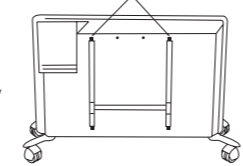

Рис. 4
- освободить настенный кронштейн от конвектора, необходимо следующим образом: нажмите на защелки и потяните кронштейн на себя нажав вниз на две защелки (рис. 4);
Конвектор не требует специального ухода. Перед обслуживанием (уходом) необходимо выключить конвектор из электросети и убедиться что он остыл. Корпус прибора следует время от времени протирать мягкой тряпкой или влажной губкой. Ни в коем случае не используйте абразивные, пеномоющие средства и растворители. Произвести чистку пространства позади установленного на стене обогревателя довольно несложно. Нажмите вниз две защелки (рис. 4) на задней стенке обогревателя, и потяните сам обогреватель вперед. После того, как он будет снят, можно будет вымыть стенку, на которой он был установлен. После завершения уборки установите обогреватель в его нормальное рабочее положение. Рекомендуемая температура и влажность в помещении: а) для работы конвектора: от -25 до +30 °С, влажность от 40 до 90%; б) для хранения конвектора : от -20 до +80 °С, влажность от 40 до 90%.